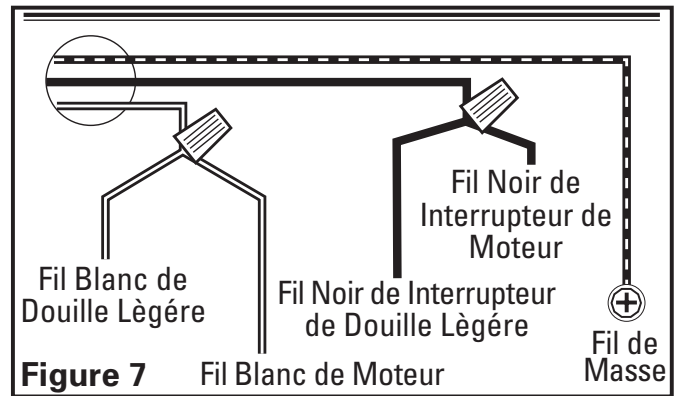

Figure 7
1. Connecter les deux fils lâches Blancs de la hotte de cuisine au fil Blanc de l'alimentation, et les deux fils lâches Noir de la hotte au fil Noir de l'alimentation. Connecter le fil de mise à la terre (vert ou dénudé) de l'alimentation à la vis verte de mise à la terre de la hotte. Utiliser des méthodes de connexion approuvées pour toutes les connexions (**Figure 7**).